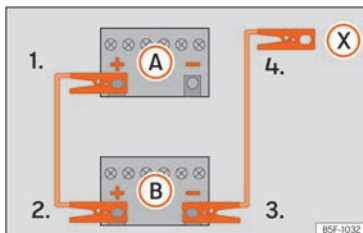

Abb. 154 Anschlusschema für Fahrzeuge ohne Start-Stopp-System.
2. Klemmen Sie ein Ende des roten Starthilfekabels an den Pluspol (+) des Fahrzeugs mit der entladenen Fahrzeugbatterie (A).
3. Klemmen Sie das andere Ende des roten Starthilfekabels an den Pluspol (+) des stromgebenden Fahrzeugs (B).
4. Fahrzeuge ohne Start-Stopp-System: Klemmen Sie ein Ende des schwarzen Starthilfekabels an den Minuspol (-) des stromgebenden Fahrzeugs (B) »» (Abb. 154).